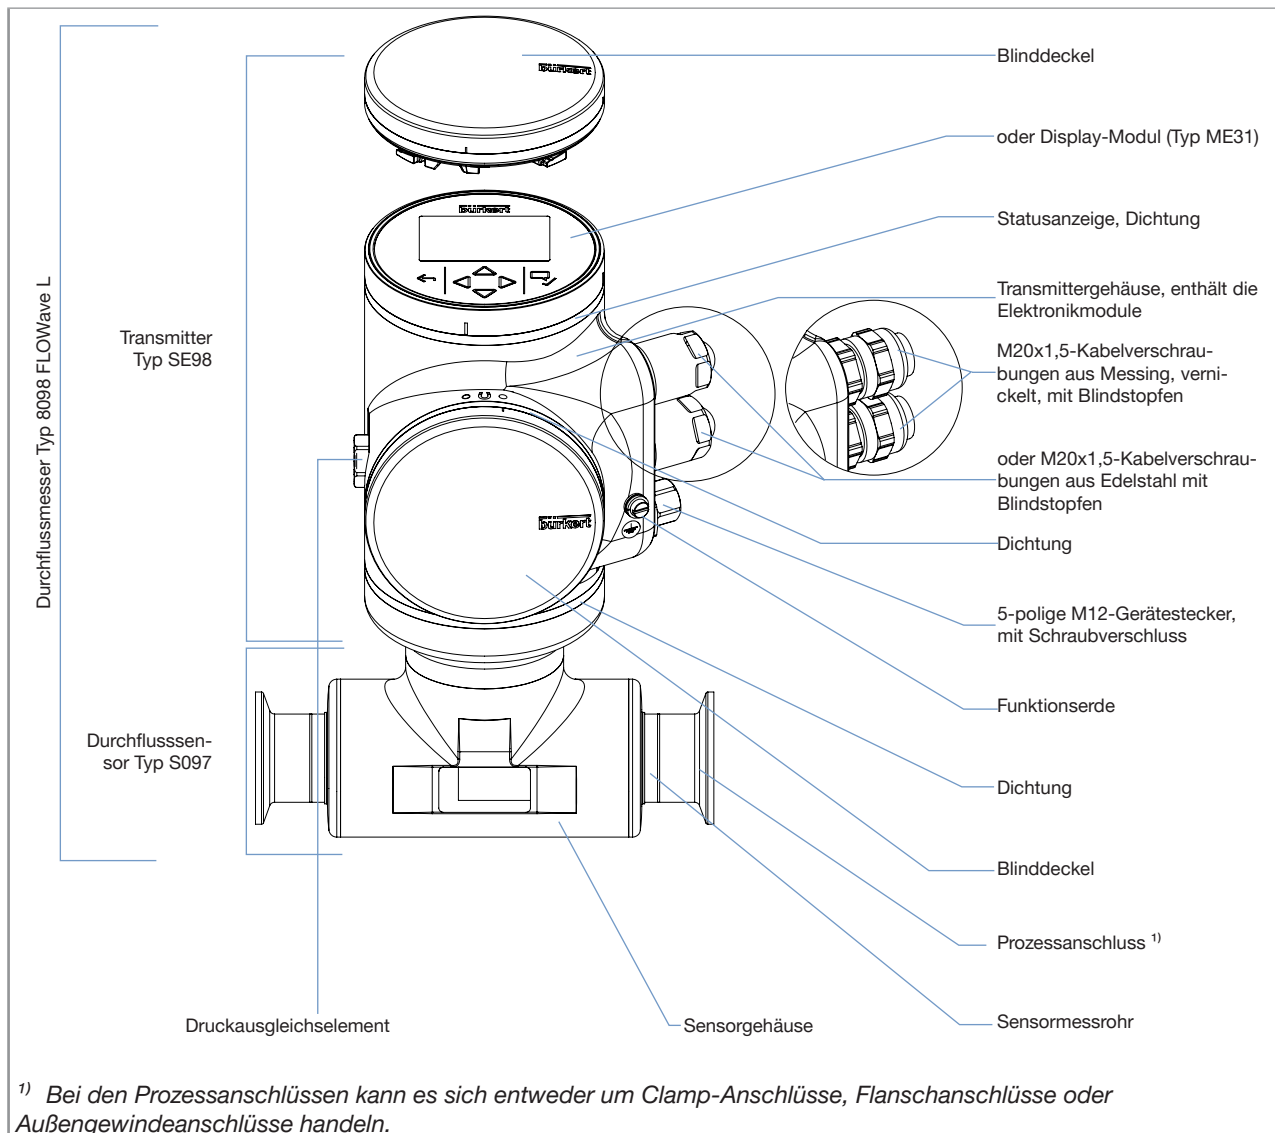

Abb. 1: Beschreibung der Gerätevariante mit zwei M20x1,5-Kabelverschraubungen und einem 5-poligen M12-Gerätestecker
- Abb. 1 beschreibt ein Gerät mit zwei M20x1,5-Kabelverschraubungen aus Edelstahl (oder aus vernickeltem Messing) und einem 5-poligen M12-Gerätestecker.